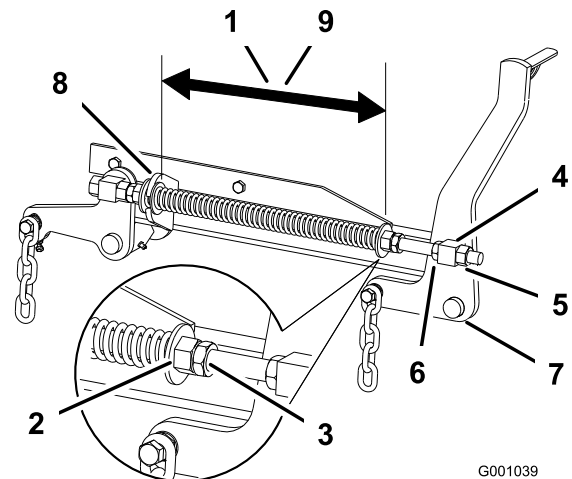

Figura 86
2. Compruebe la distancia entre las dos arandelas grandes, que debe ser de 28,2 cm para carcasas de corte de 132 cm, o de 26,7 cm para carcasas de corte de 152 cm (Figura 86).
3. Ajuste esta distancia aflojando la contratuerca elástica y girando la tuerca que está delante de cada muelle (Figura 86). Gire la tuerca en el sentido de las agujas del reloj para acortar el muelle y en el sentido contrario a las agujas del reloj para alargar el muelle.
4. Fije la tuerca en la posición deseada apretando la contratuerca elástica (Figura 86).